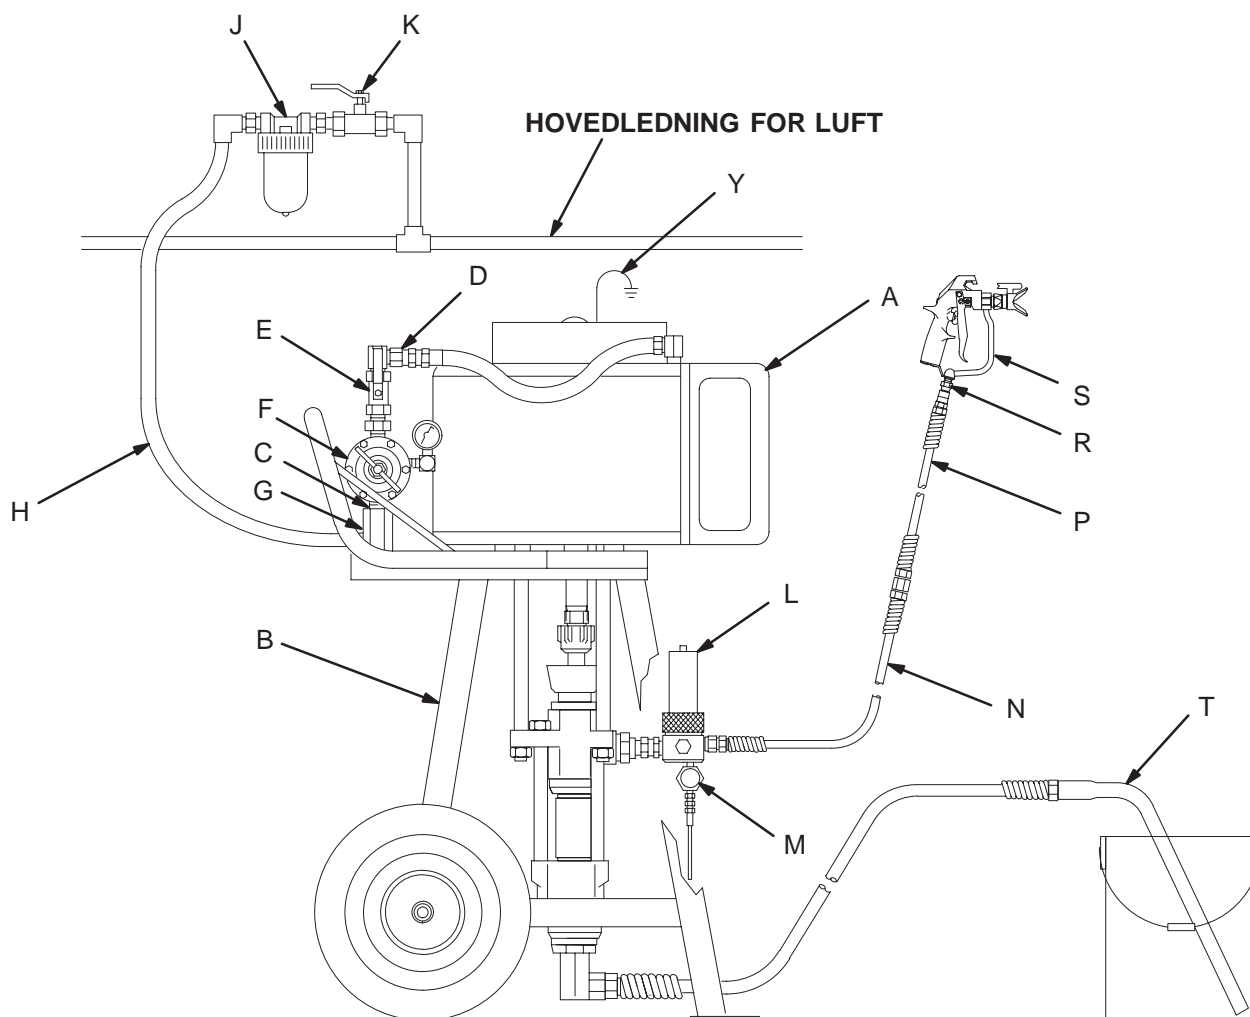

Fig. 2
Fig. 2 er bare en veileder ved valg av og installasjon av
Monter pumpen (A) slik at den passer inn i det planlagte systemet. Fig. 2 viser et vognmontert system. Pumpedimensjonene og utformingen av monteringshullet er vist på side 23.
Monter følgende tilbehør som vist på Fig. 2. Bruk adaptere der det er nødvendig:
Monter følgende tilbehør, med plassering som vist på Fig. 2. Bruk adaptere der det er nødvendig:
- **Et væskefilter (L)** med et sløyfes i rustfritt stål, som filtrerer partikler fra væsken når den forlater pumpen. Det omfatter en **væskeavtappingsventil (M)**, som forlanges i systemet for å avlaste væsketrykk i slangen og pistolen (se **ADVARSEL** til venstre).
- **En pistol (S)** for sprøyting av væsken. Pistolen som er vist på Fig. 2 er en sprøytepistol for væsker med liten til medium viskositet.
- **En pistolsvivel (R)** gir pistolen bedre bevegelse.
- **Sugeslange (T)** som lar pumpen suge væske fra spann.
1. Det vises til Fig. 2 på side 6. Kople sugeslangen (T) til pumpens væskeinnløp, og sett sugerøret ned i væskebeholderen.
2. Kontroller at luftregulatoren (F) er stengt. Åpne deretter pumpens stengekran for luft (E). Hold en metalldel av sprøyte-/smørepistolen (S) i god kontakt med veggen i et jordet metallspann og hold avtrekkeren inne. Åpne deretter luftregulatoren langsomt inntil pumpen starter.
4. Hvis pumpen ikke klarer å fylle systemet, må avtappingsventilen (M) åpnes. Bruk avtappingsventilen som oppfyllingsventil inntil væsken strømmer ut fra ventilen. Se Fig. 2. Steng avtappingsventilen.
**MERK:** Ved bytte av væskebeholder etter at slangen og pistolen allerede er fylt opp, åpne avtappingsventilen (M) for å forenkle fyllingen av pumpen og for å slippe ut luften før den kommer inn i slangen. Steng avtappingsventilen når all luften er fjernet.
7. La aldri pumpen gå tørr for væske sløfes. En tørr pumpe vil raskt akselerere til en høy hastighet, og muligens bli påført skade. Det finnes en rusningsventil for pumpen (C), som stenger av luftforsyningen til pumpen dersom pumpen akselererer ut over den forhåndsinnstilte hastigheten. Se Fig. 2 på side 6. Hvis pumpen akselererer hurtig, eller går for raskt, må den stanses straks for kontroll av væsketilførselen. Hvis væskebeholderen er tom og det har blitt pumpet luft inn i slangene, etterfyll beholderen og fyll opp pumpen og slangene med væske, eller skyll dem og la dem stå fylt med et kompatibelt løsningsmiddel. Kontroller at all luft er fjernet fra væskesystemet.